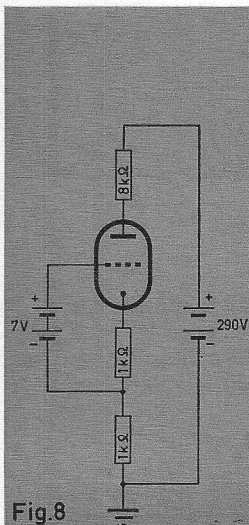
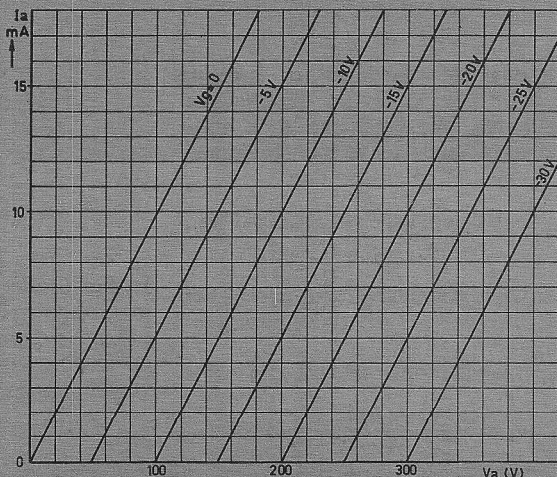

Fig. 8
Fig. 9
① Van de in fig. 8 gebruikte triode zijn in fig. 9 een aantal geïdealiseerde  $I_a - V_a$  karakteristieken gegeven. Bepaal de anodegelijkstroom waarop de buis zich in deze schakeling zal instellen.